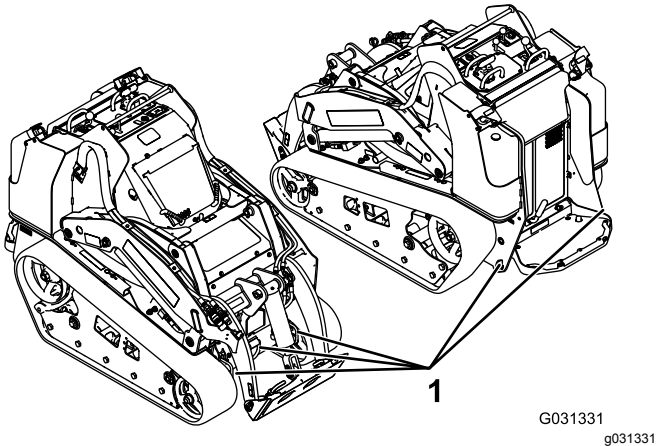

Figura 19
- Utilizzate gli anelli di ancoraggio in metallo sulla macchina per fissare saldamente la macchina al rimorchio o all'autocarro con fascette, catene, cavi o funi (Figura 19). Fate riferimento ai regolamenti locali per i requisiti di ancoraggio.
Potete sollevare la macchina utilizzando gli ancoraggi/anelli di sollevamento come punti di sollevamento; fate riferimento a Figura 19.